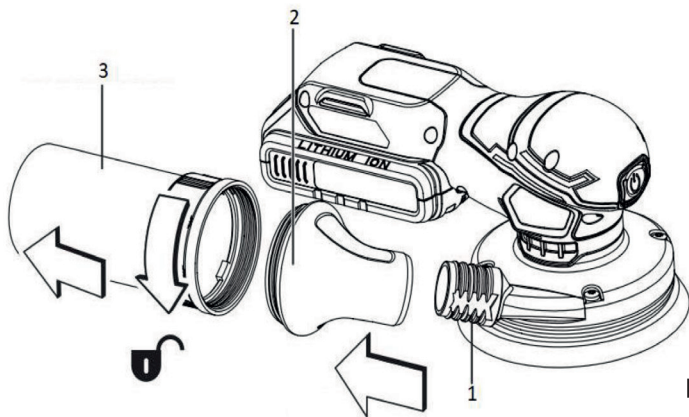

Рис. 4
Для выкарыстання камплектнага пылаборніка надзеўце на патрубак 1 (рис. 4) пераходны адаптар (2). На адаптар (2) накруціце фільтр-пылаборнік (3):